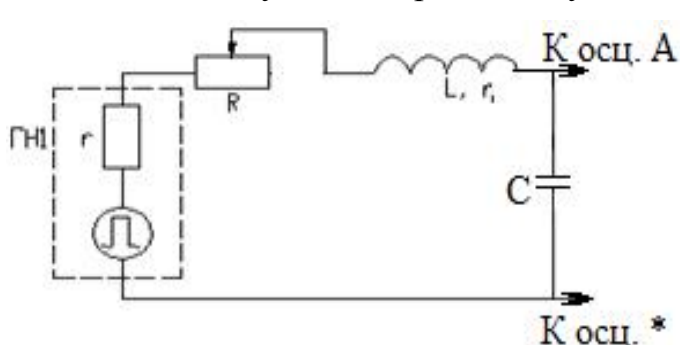

Рис. 4
1. Соберите схему, приведённую на рис. 4. По указанию преподавателя подключите нужный вариант катушки индуктивности (L_1 или L_2) и емкость C_1 .